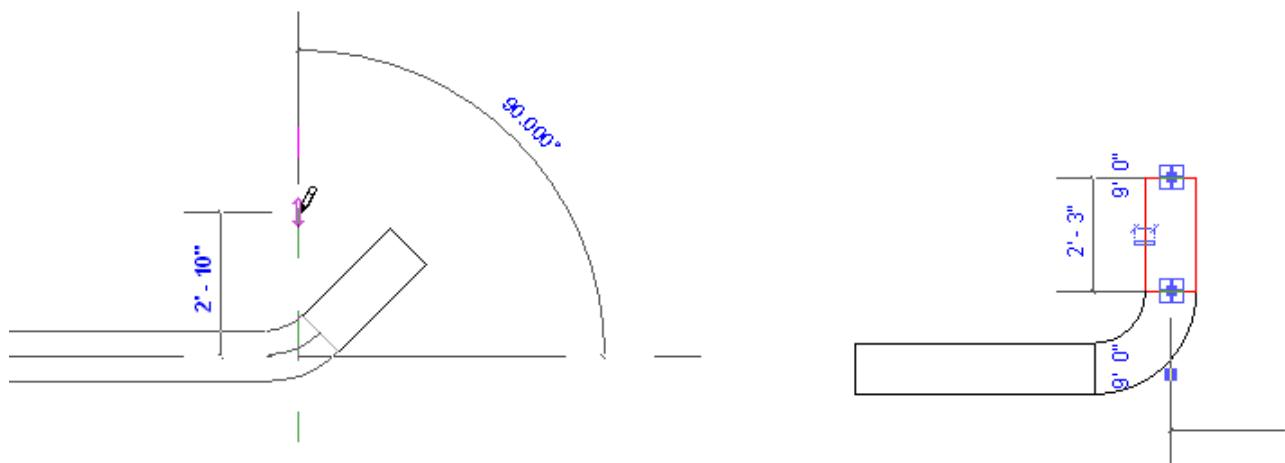

Рисунок 4.17. Изменение угла фитинга
3. Выберите соединитель на открытом конце новой секции и перетащите его до требуемого угла (рисунок 4.17).